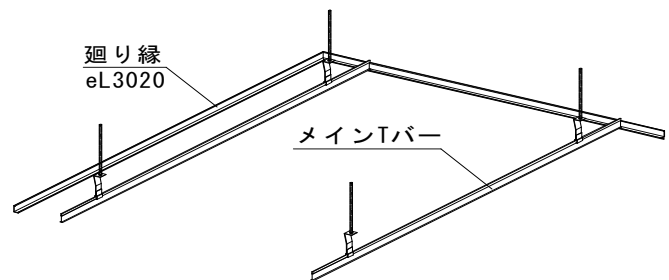

図2-8 Tバーの取付け②
- ② メインTバーのストレートジョイント位置は直吊りハンガーから320mm以下になるようにメインTバーを割付けてください。(図2-8参照)